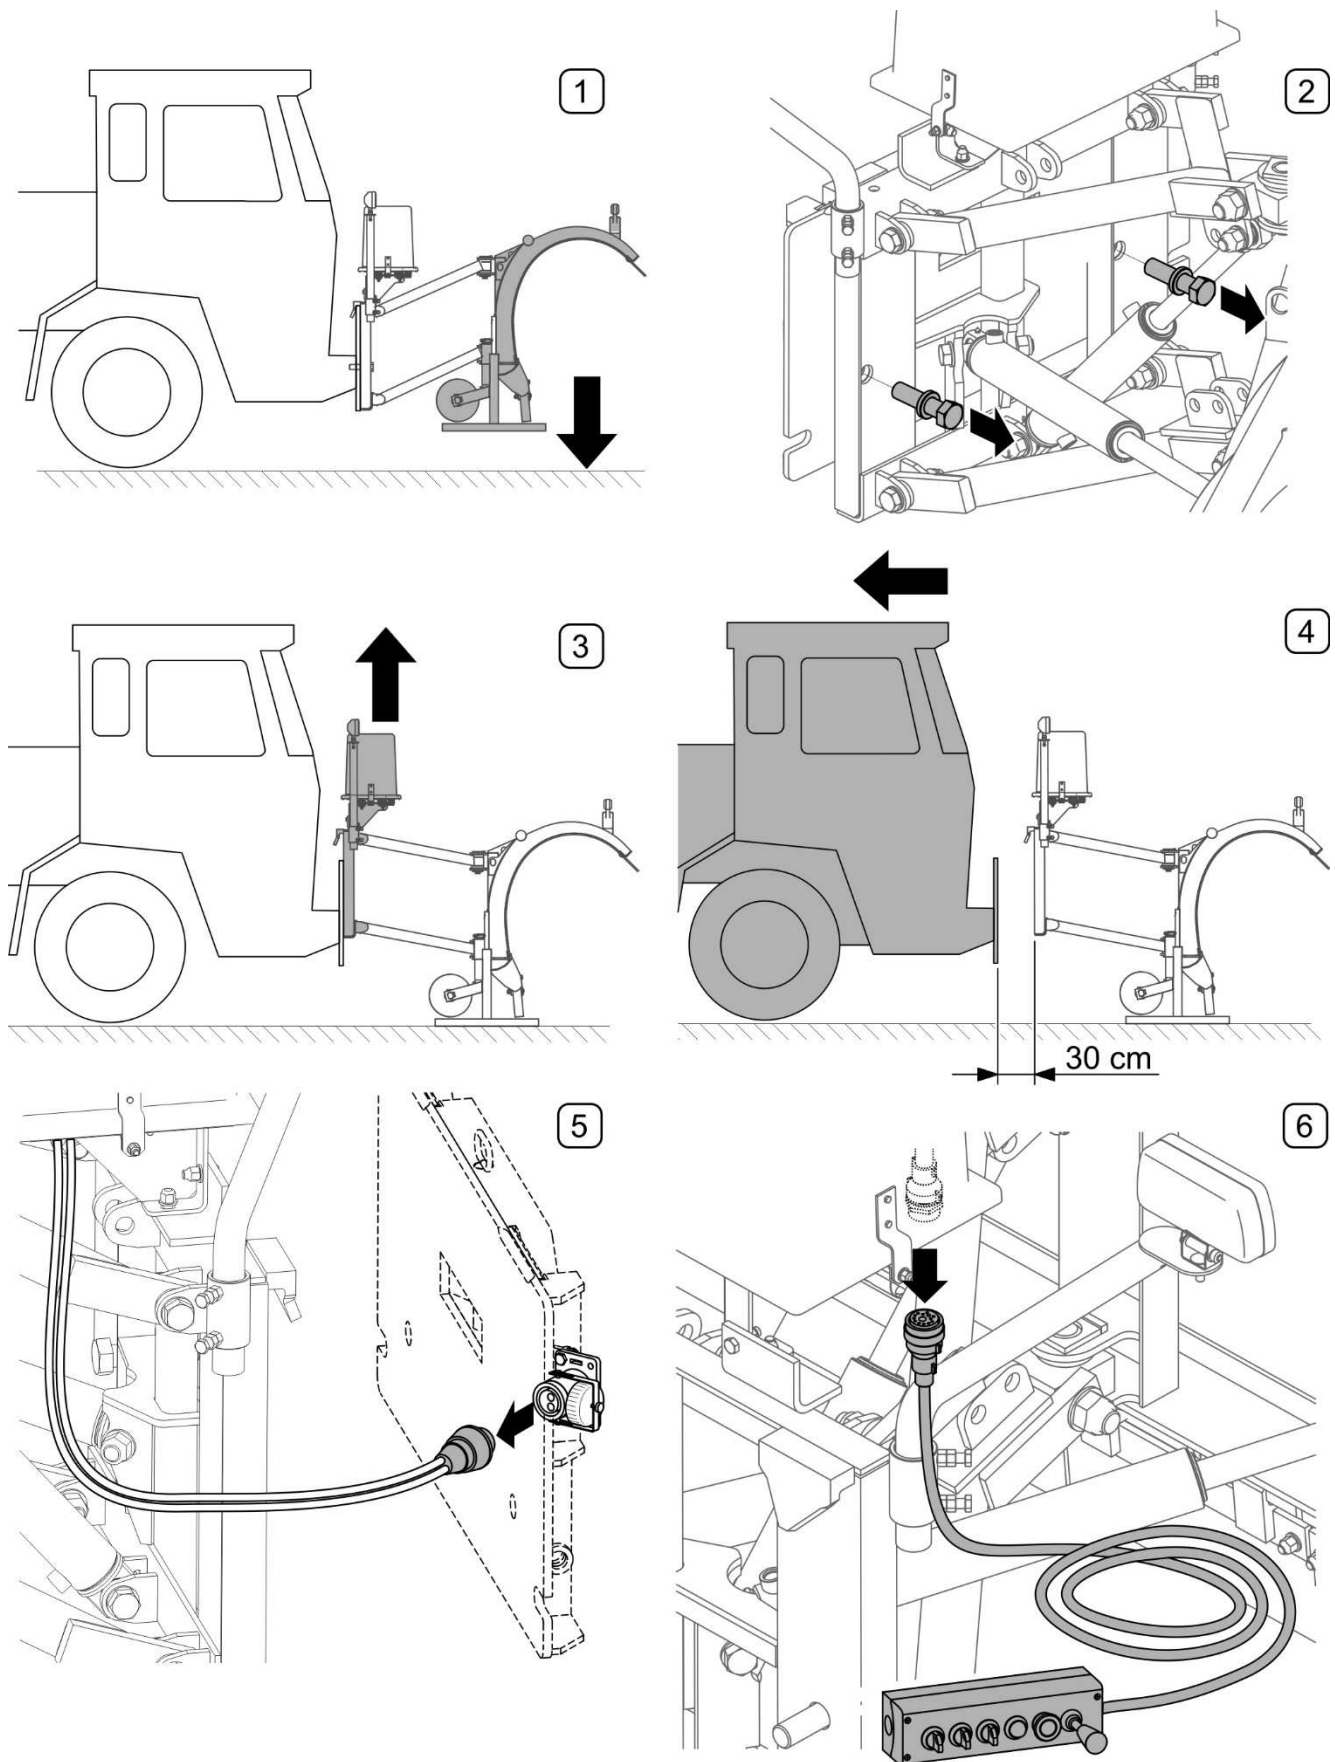

FIGURE 4.20 Détélage du chasse-neige du porteur (commande électro-hydraulique)
Étapes suivantes de dételage du chasse-neige (*commande électro-hydraulique*) (FIGURE 4.20):
- 5) Débrancher les connecteurs des tuyaux hydrauliques et le câble électrique du porteur. Protéger les connecteurs hydrauliques avec des bouchons et les placer dans le support sur le châssis du chasse-neige, placer la prise électrique dans la prise de stationnement (FIGURE 4.20). Éloigner le porteur du chasse-neige.